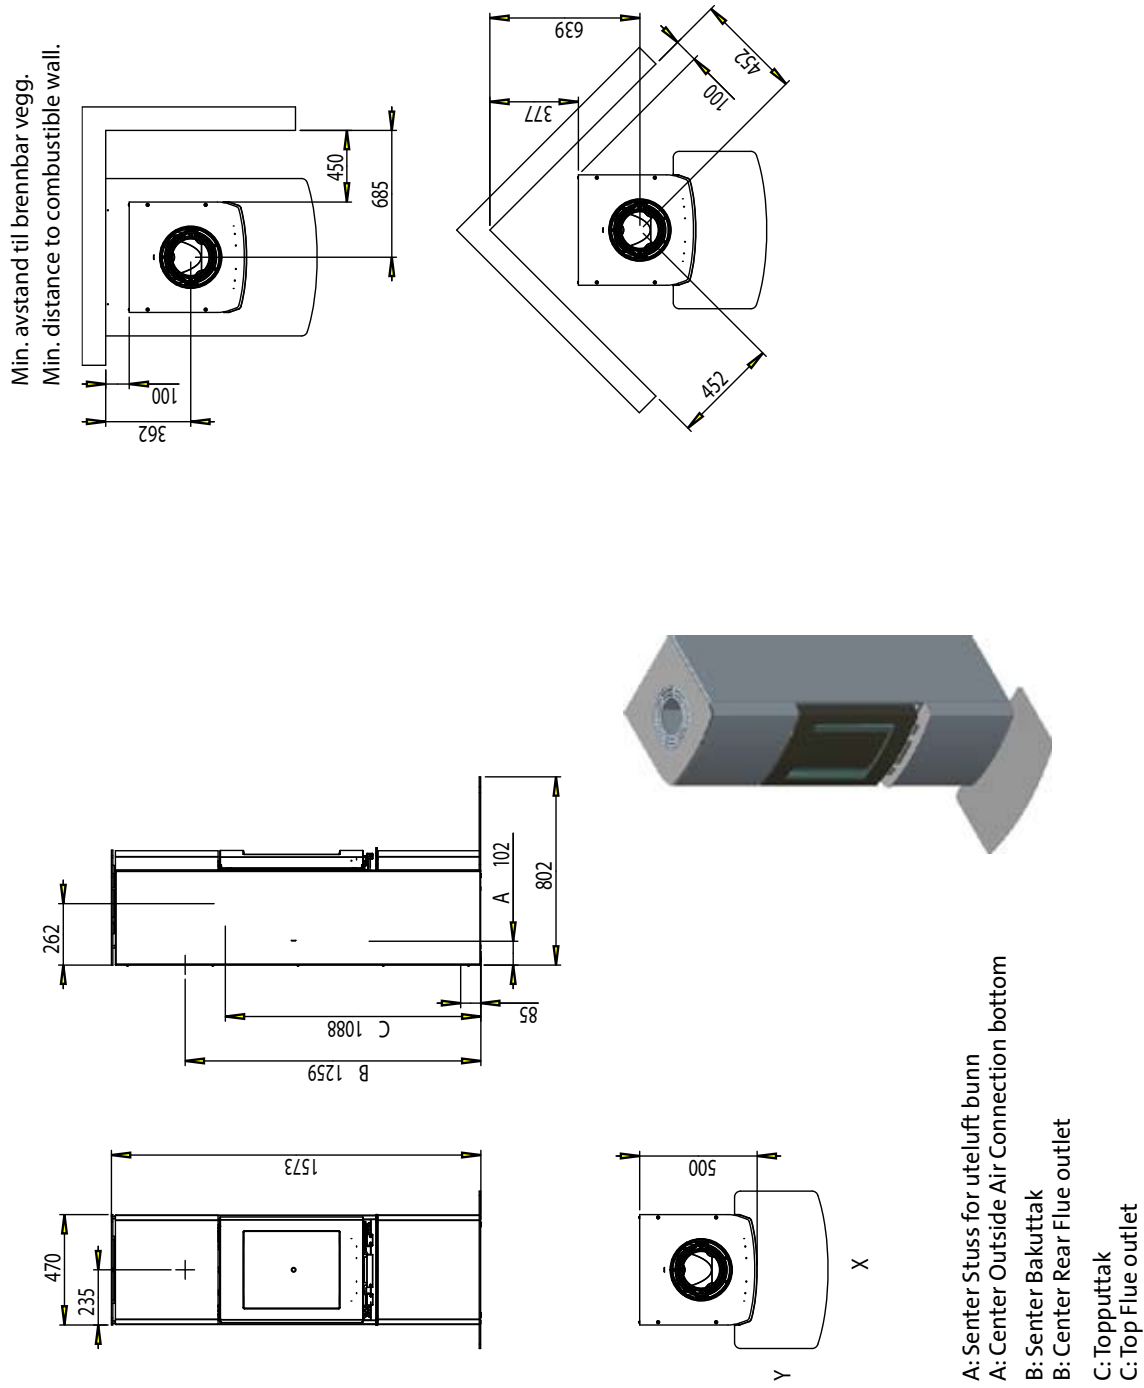

Fig. 1B
4.3 L'habillage se compose des éléments suivants (fig. 1B) :